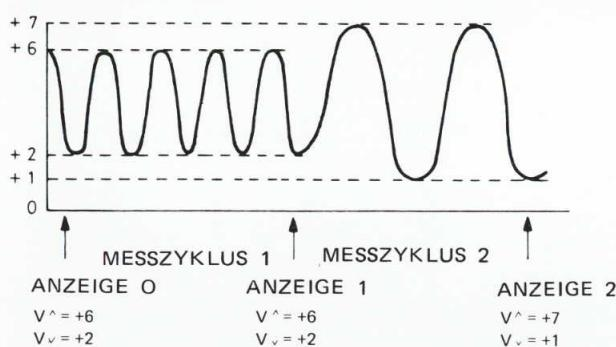

Abb. 18. Messung von  $V^{\wedge}$  und  $V_v$  bei internen Start.
- Interner Start der Messungen (INT START, Abb. 18)